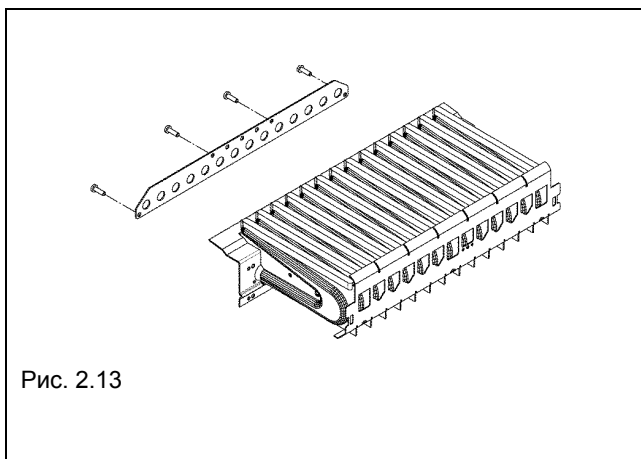

Рис. 2.13
- для котлов с закрытой камерой сгорания (рис. 2.13):